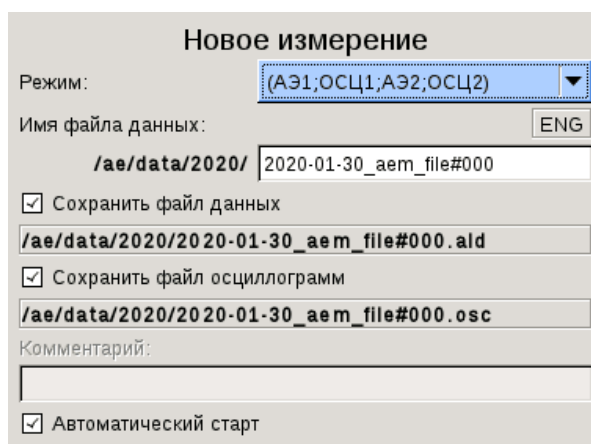

Рис. 3.25. Запрос Начать новый цикл регистрации сигналов
Для подготовки и начала нового цикла регистрации сигналов необходимо нажать клавишу , после чего на дисплее появится запрос на начало нового цикла регистрации сигналов, пример которого приведен на рис. 3.25.
- ◇ в п. **Файлы данных** настроить шаблон пути и имени файла данных и совпадающего с ним файла осциллограмм, создаваемых в момент начала нового измерения в случае, если в диалоговом окне **Новое измерение** (рис. 3.25) установлены переключатели **Сохранить файл данных** и **Сохранить файл осциллограмм** соответственно;
Для подготовки и начала нового цикла регистрации сигналов необходимо нажать клавишу , после чего на дисплее появится запрос на начало нового цикла регистрации сигналов (рис. 3.25), работа с которым описана в разд. «Подготовка и проведение регистрации сигналов».